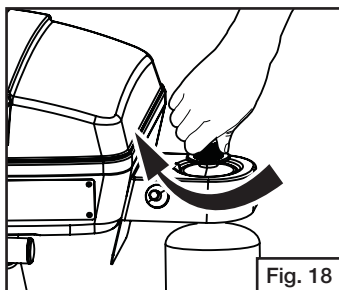

Fig. 18
- Antes de conectar el cilindro de propano, asegúrese de que la perilla del quemador esté en la posición OFF (apagado). (Fig. 18)